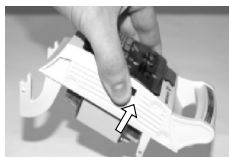

Figura 21
- Mueva la tapa hasta que los fusibles desconecten (Figura 21).